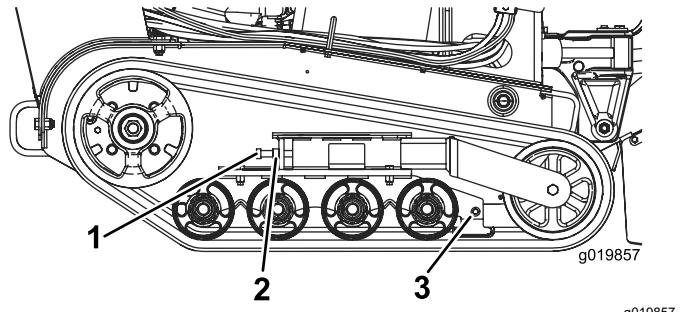

Figura 47
3. Allentate il controdado sul bullone di tensionamento dei cingoli e i bulloni del serrafile sul braccio di tensione (Figura 47).
4. Serrate il bullone di tensionamento a un valore compreso tra 32,5 e 40 N·m per stringere il cingolo (Figura 47).
- Allentate il bullone di tensione e il controdado (Figura 47).